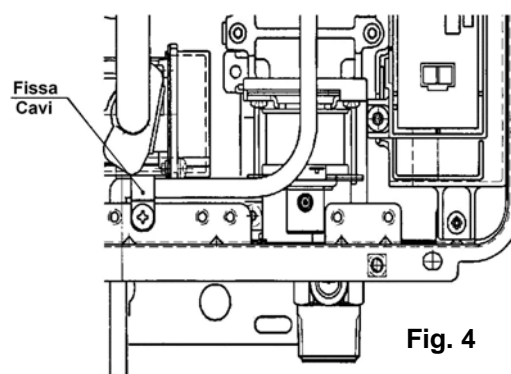

Fig. 4
4. Assicurate ogni cavo di Collegamento "EZ" alla staffa posta sulla base dell'Infinity con i fissacavi e le viti in dotazione (Fig.4).